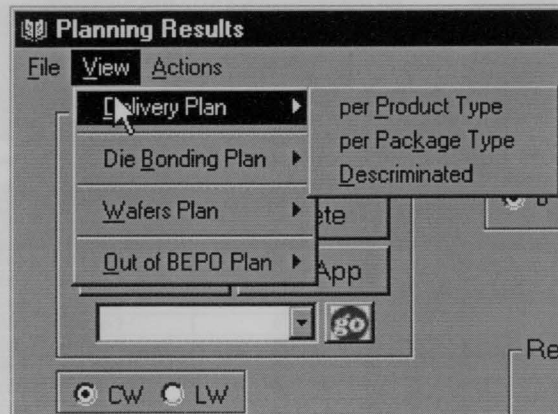

Figura 12: Menu Superior.
2.8.3 Uma outra característica deste ecrã é a possibilidade de ver os dados na Área de Visualização utilizando o menu superior. O utilizador evita abrir relatórios sucessivos para cada trimestre e pode ainda escolher vários níveis de detalhe. Para tal é necessário escolher o plano da mesma forma como se o utilizador quisesse exportar dados para Excel e utilizar o Menu Superior – opção *View* (ver figura 12).